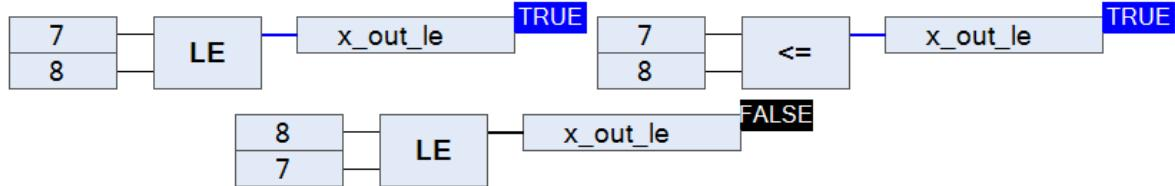

Рисунок 2.34 – Оператор сравнения «Меньше или равно»
**Оператор сравнения «Меньше или равно».** Оператор сравнения «Меньше или равно» может обозначаться письменно как «LE», так и символично « $\leq$ ». Работает следующим образом: если значение первого входа меньше или равно значению второго – результатом будет логическая единица, иначе – логический ноль (рис. 2.34).